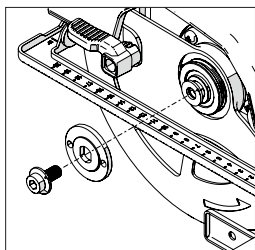

Abb. 4
- Lösen und entfernen Sie die Innensechskantschraube der Spindel, zugehörige Halterungen und den äußeren Sägeblatt-Antriebsflansch mit dem Sechskantschlüssel. **(Abb. 4)**